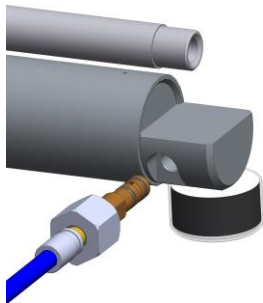

Рис. 6 – Заправка баллона.
3. Произвести заправку сжатым воздухом (рис. 6) до необходимого значения.